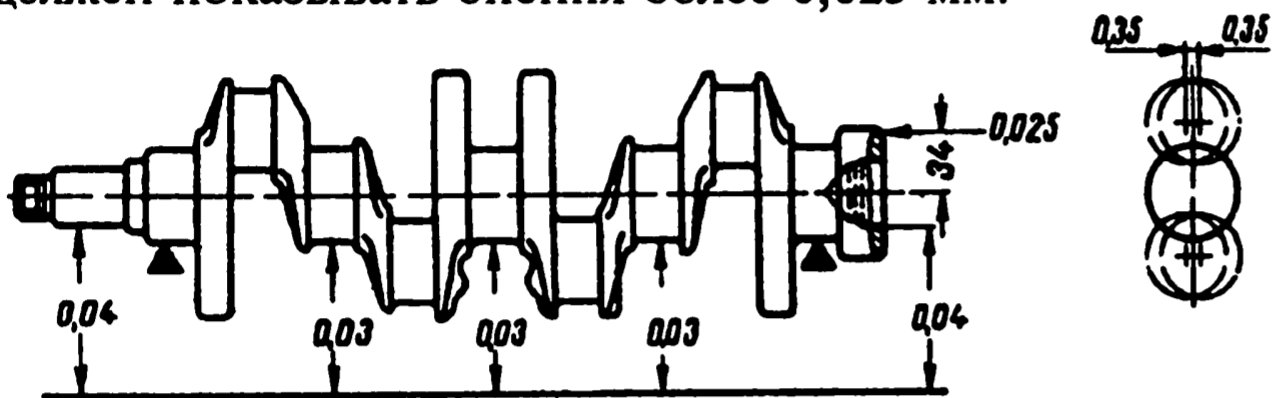

Рис. 2-36. Допустимые биения основных поверхностей коленчатого вала
**Проверка.** Установите коленчатый вал на две призмы (рис. 2-36) и проверьте индикатором:
— неперпендикулярность по отношению к оси коленчатого вала торцевой поверхности фланца. При проворачивании вала индикатор, установленный сбоку на расстоянии 34 мм (рис. 2-36) от оси вала, не должен показывать биения более 0,025 мм.